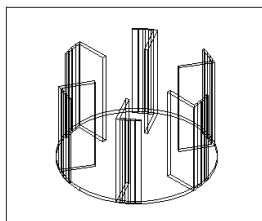

图 18-7
(1) 作圆柱体。单击  按钮或者在命令行直接输入 cylinder，以原点为底面中心，作半径为 55、高度为 2.5 的圆柱，结果如图 18-7 所示。